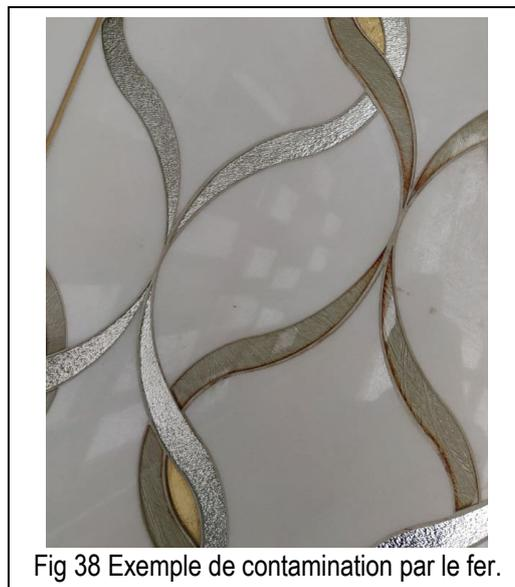

Fig 38 Exemple de contamination par le fer.
*Contamination périmétrale* : elle peut altérer l'esthétique de la décoration en formant des auréoles rouges (Fig 38).